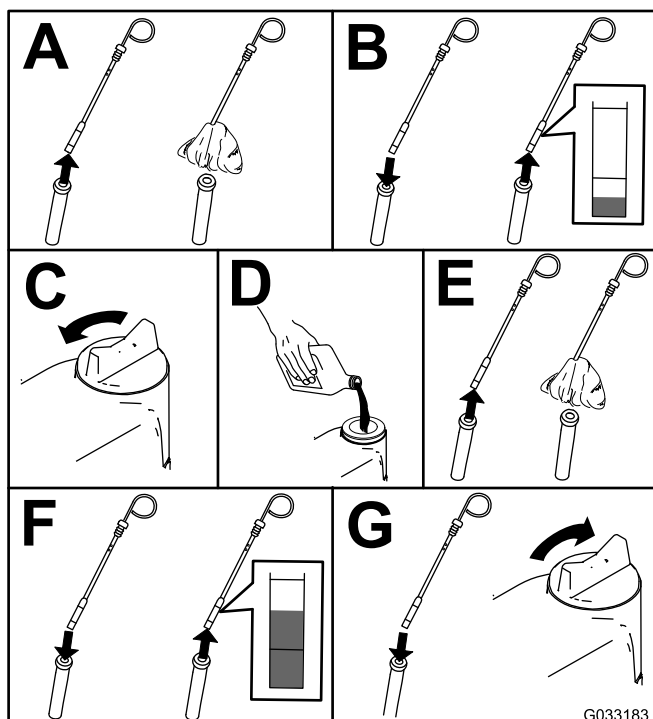

Figura 50
2. Verifique o nível de óleo do motor (Figura 50).